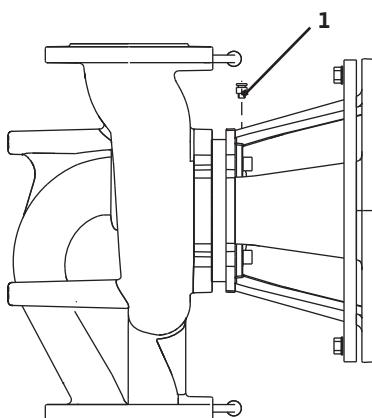

Fig. 38: Vanne de purge
- Mettre la pompe hors pression en ouvrant la vanne de purge (fig. 38, pos. 1).